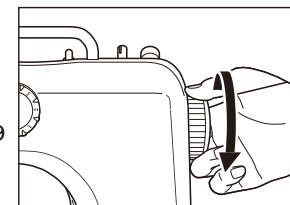

Рис. 10
7. Когда вы закончите шить, выключите переключатель, отсоедините адаптер, поверните маховик, чтобы игла полностью поднялась вверх, поднимите прижимную лапку, а затем осторожно снимите ткань со швейной машины, и обрежьте нить нитеобрезателем (рис.10).